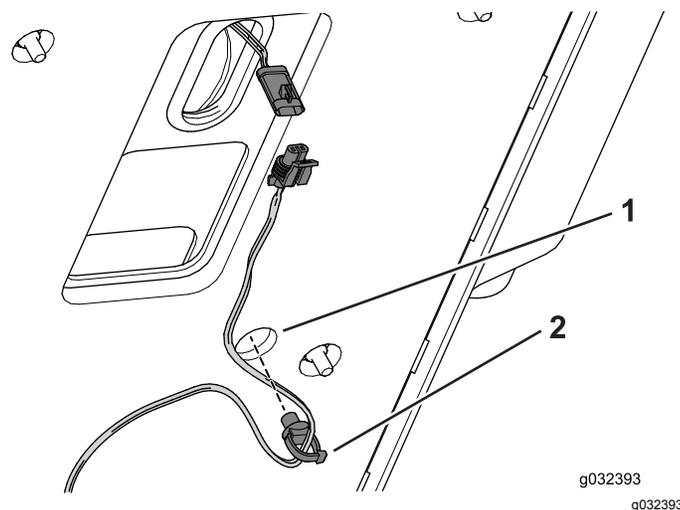

Figura 7
6. Montate la clip per cavo sulla parte inferiore della piastra del sedile (Figura 7).
7. Collegare l'interruttore del sedile al cablaggio preassemblato (Figura 7).